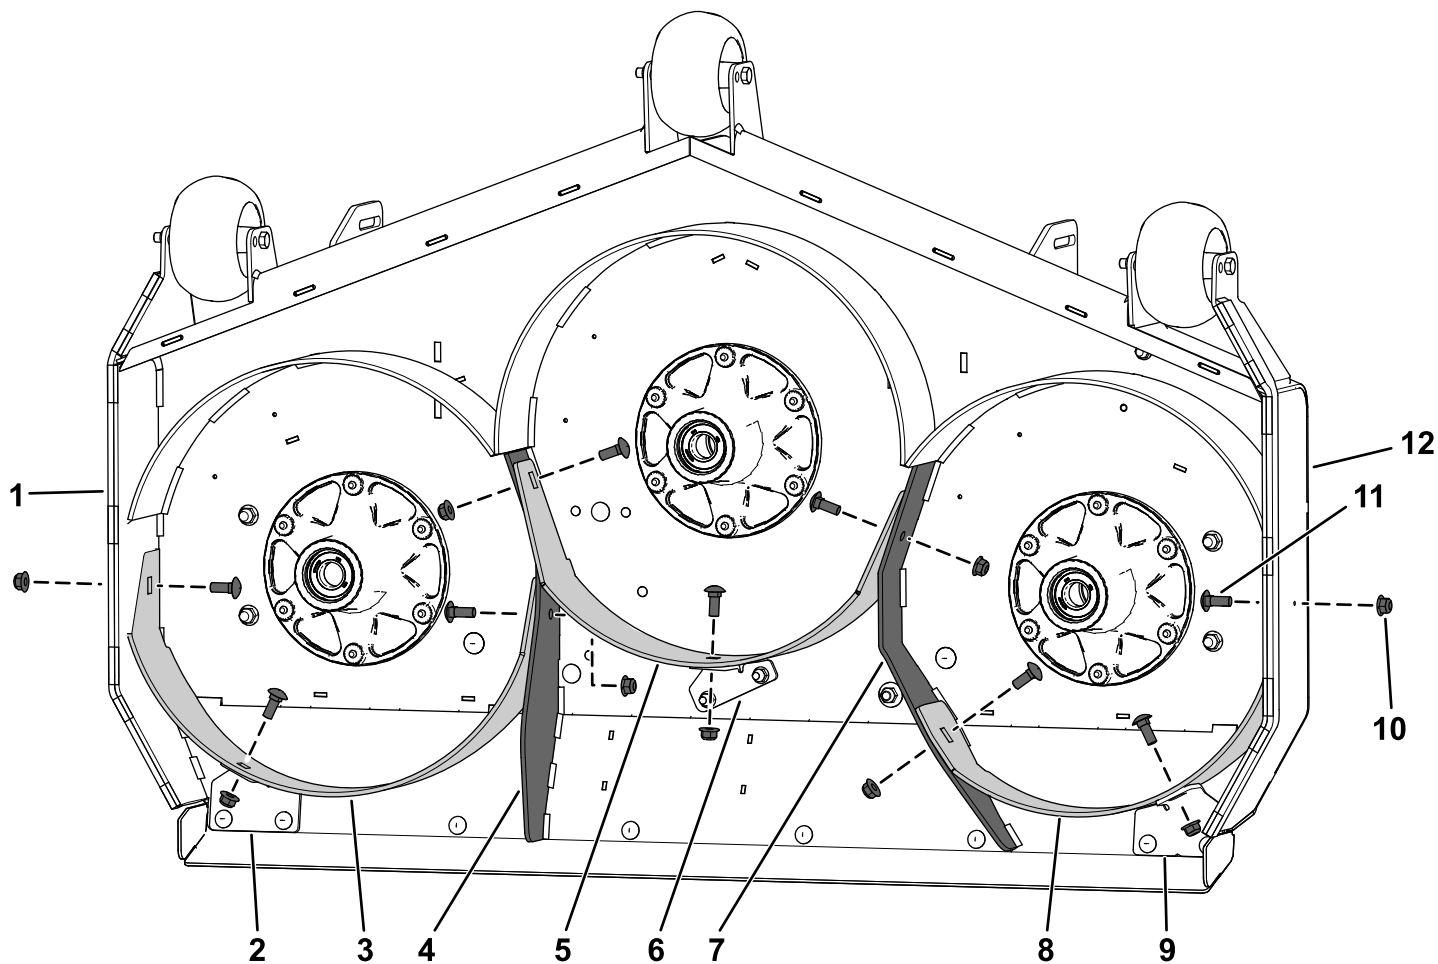

Figura 6
Instale sem apertar os abafadores para alinhar os abafadores com todos os furos na plataforma do cortador (Figura 6).
2. Prenda sem apertar o abafador direito na placa de descarga direita utilizando um parafuso de carroçaria (3/8 pol. x 1 pol.) e uma porca de bloqueio (3/8 pol.) como se mostra na Figura 6.
abafador direito utilizando dois parafusos de carroçaria (3/8 pol. x 1 pol.) e duas porcas de bloqueio (3/8 pol.) como se mostra na Figura 6.
5. Prenda sem apertar o abafador esquerdo na placa de descarga esquerda utilizando um parafuso de carroçaria (3/8 pol. x 1 pol.) e uma porca de bloqueio (3/8 pol.) como se mostra na Figura 6.
6. Prenda sem apertar o abafador esquerdo no divisor da plataforma esquerda do cortador e suporte do abafador esquerdo utilizando dois parafusos de carroçaria (3/8 pol. x 1 pol.) e duas porcas de bloqueio (3/8 pol.) como se mostra na Figura 6.
8. Prenda sem apertar o abafador central nos divisores da plataforma esquerda e direita do cortador e no suporte do abafador central utilizando três parafusos de carroçaria (3/8 pol. x 1 pol.) e três porcas de bloqueio (3/8 pol.) como se mostra na Figura 6.